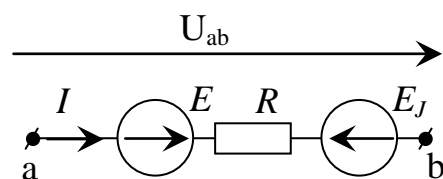

Рис.22
Схема активного участка цепи после замены источника тока J на источник ЭДС E_J в соответствии с формулой (2) показана на рис. 22.